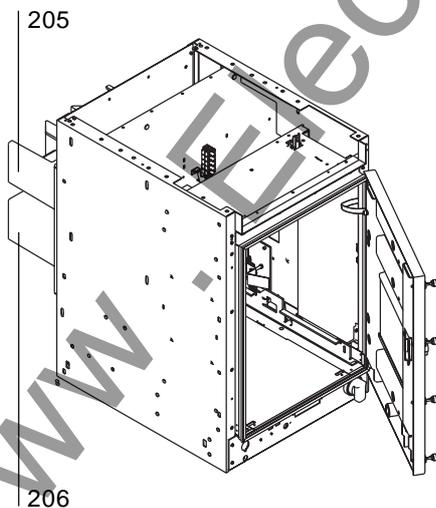
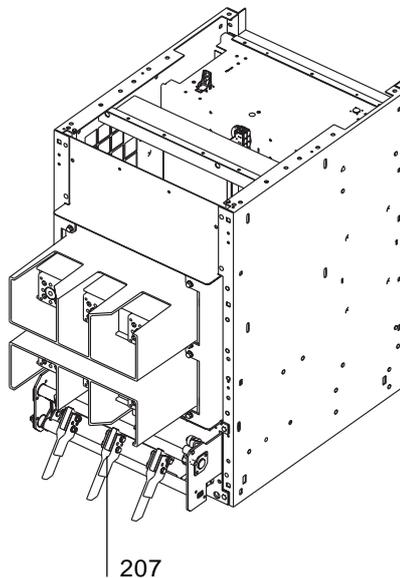
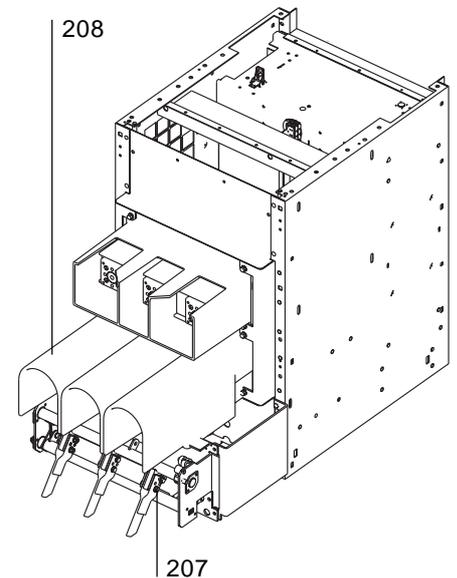

Fig. 7a
Fig. 7b
Fig. 7c
- CBE1 (fig. 7a);
- CBE1/ST (fig. 7b);
- CBE1/ST/TA (fig. 7c).
Sul retro del contenitore sono presenti i monoblocchi isolanti (205) e (206) fig. 7a per i collegamenti di potenza. I contenitori CBE1/ST sono dotati del sezionatore di terra (207) (fig. 7b), i contenitori CBE1/ST/TA, sono come i precedenti ma con i trasformatori di corrente (208) (fig. 7c).
The insulating monoblocks (205) and (206) (fig. 7a) for the power connections are located on the rear of the enclosure. The CBE1/ST enclosures are fitted with earthing switch (207) (fig. 7b), the CBE1/ST/TA enclosures are similar to the previous ones, but with current transformers (208) (fig. 7c).